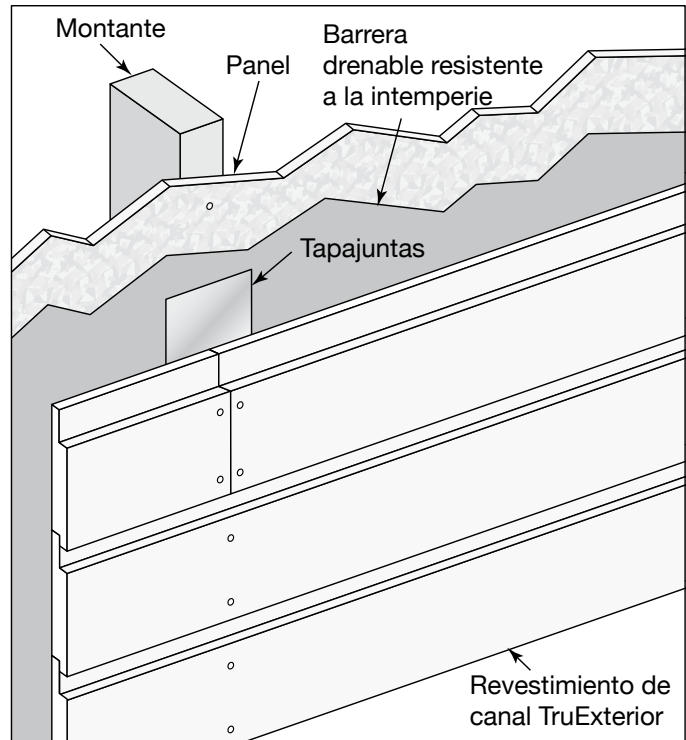

Fig. 4a
- Para perfiles de 6 pulg. y 8 pulg., use 2 clavos por cada miembro de la estructura de entramado. Por lo menos un clavo debe atravesar el frente del perfil. No basta simplemente fijar el producto solamente a través de la lengüeta (**Fig. 4a y 4b**).